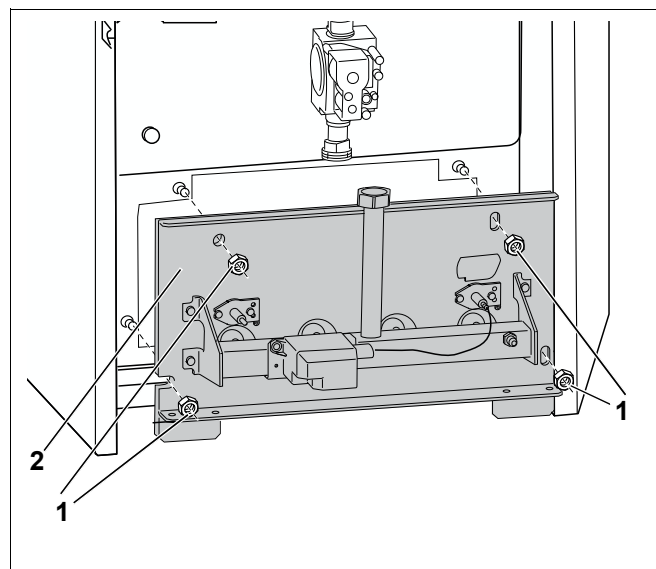

Рис. 40 Снятие крепежных гаек
- Открутить крепежные гайки (рис. 40, **поз. 1**) на щитке горелки (рис. 40, **поз. 2**) и вынуть газовую горелку.
- При креплении щитка горелки (рис. 40, **поз. 2**, стр. 57) слегка затянуть четыре болта.